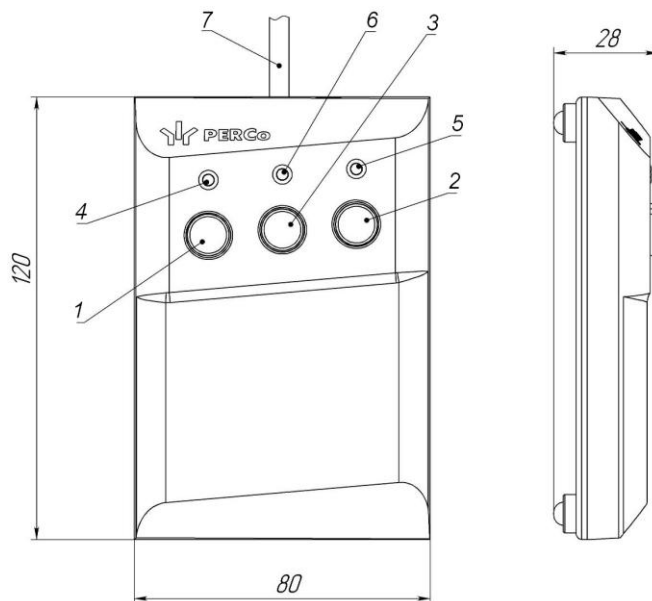

Рисунок 4. Общий вид и габаритные размеры ПДУ
ПДУ (16) выполнен в виде небольшого настольного прибора в корпусе из ударопрочного АБС-пластика и предназначен для подачи команд управления оператором при ручном управлении ЭП и индикации текущего состояния направлений прохода ЭП. Внешний вид и габаритные размеры ПДУ показаны на рис. 4.